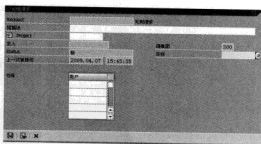

图 4-3 填写传输请求相关信息
STEP 1 如果需要新建一个传输请求,单击弹出的对话框中的“”图标,此时会弹出“创建请求”对话框,如图 4-3 所示。在此对话框中,用户需填写新建传输请求的相关信息,例如,用户需要在“短描述”栏中填写此传输请求的具体内容,在“目标”栏中选择对应传输的集团代码,在“任务”栏中填写创建此请求的用户名。